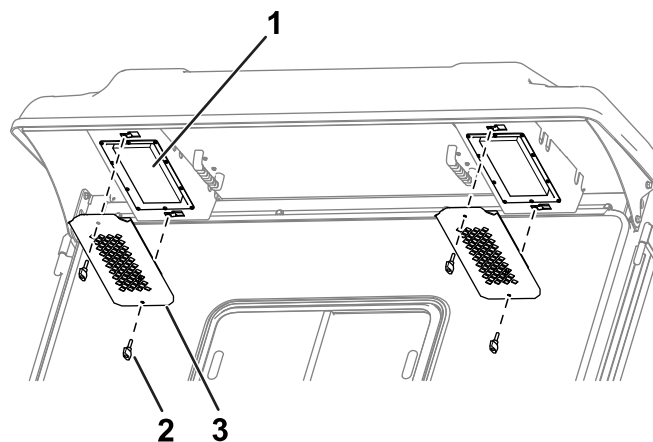

Figure 82
1. Enlevez les boutons et les grilles de l'avancée arrière de la cabine (**Figure 82**).
4. Utilisez les boutons et les grilles pour reposer les filtres dans la cabine (**Figure 82**).